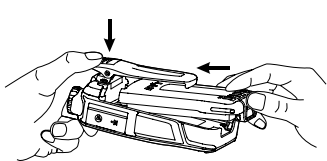

图1
- ① 轻压皮带夹，将电池顶部的突起插入主机电池槽顶部，如图1所示。